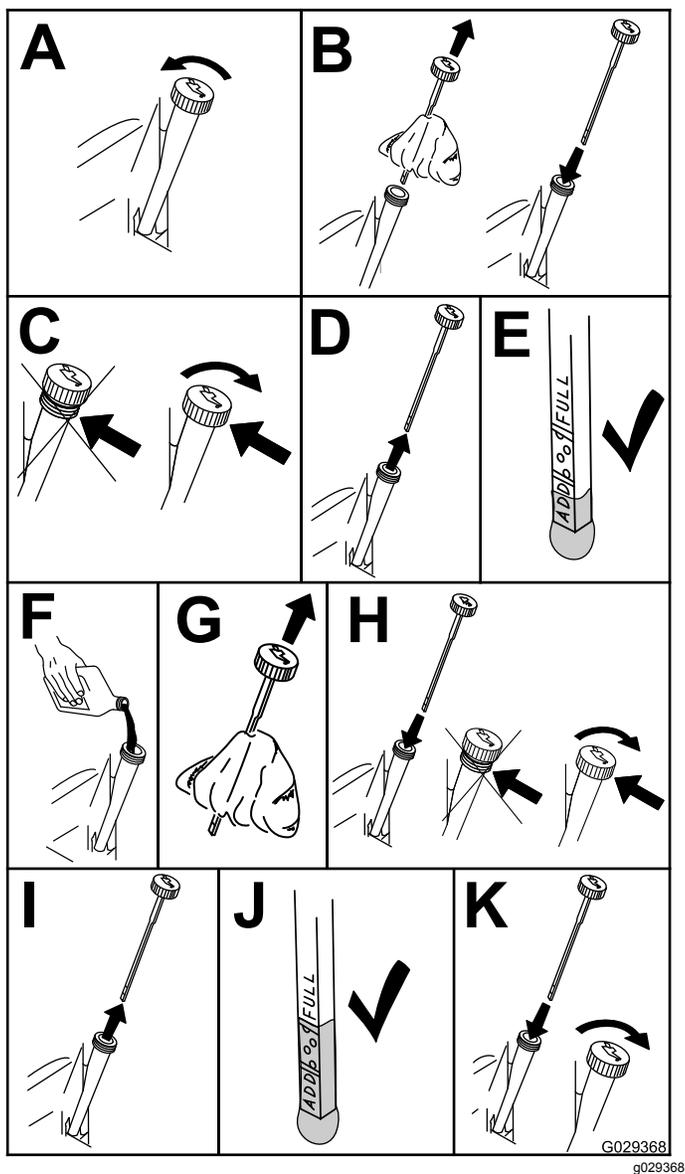

Рисунок 21
2. Проверьте уровень масла в двигателе (Рисунок 21).